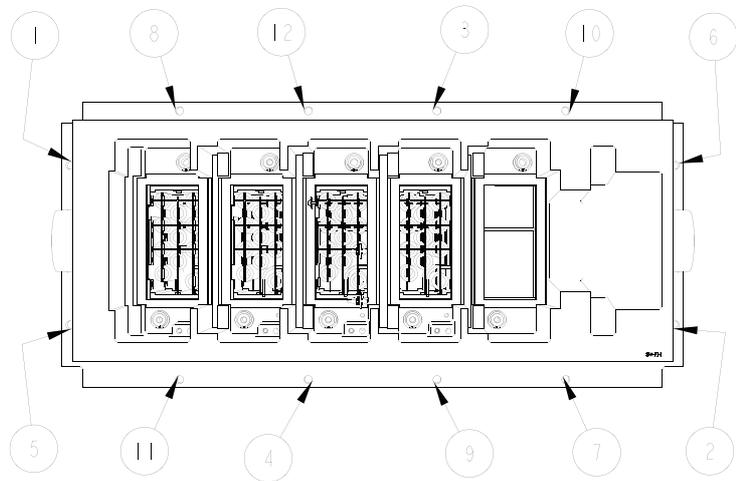

Figura 44 – Secuencia típica de apriete
6. Cuando reemplace el PowerCage es importante colocar los pernos sin apretar en la brida exterior. Apriete alternativamente una brida y luego la brida opuesta para asegurar un apriete parejo del módulo. Use la secuencia de apriete sugerida que se muestra en la Figura 44.